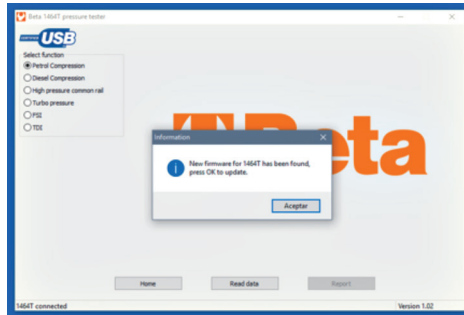

Abb. 4
- Sobald der Tester erkannt wird, überprüft der PC, ob im Beta Server eine neue Firmware hinterlegt ist und meldet dies dem Anwender. Siehe Abb. 4.